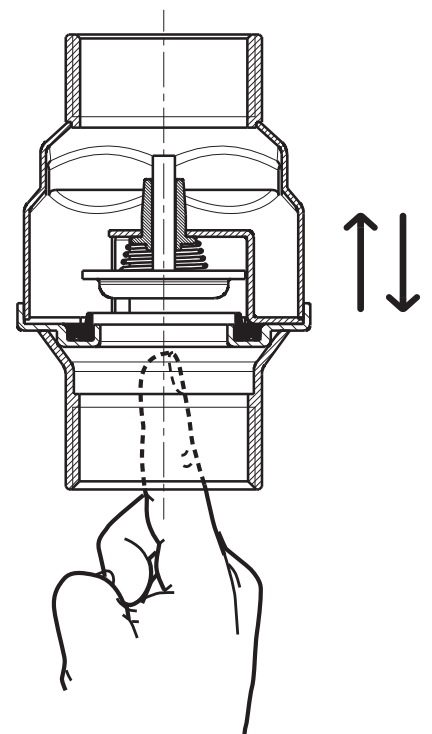

Fig. 1
- Kontrollera att ventilen fungerar på rätt sätt genom att trycka på avstängningsventilen från insugningssidan i den riktning som anges av pilen som visas i märkningen på ventilhuset (Fig. 1). Avstängningsventilen ska glida uppåt och när den släpps ska den gå tillbaka nedåt av sig själv. Om detta inte sker ska du kontrollera att det inte finns främmande föremål inuti ventilen och upprepa åtgärden. Om avstängningsventilen inte glider fritt ska ventilen inte monteras.